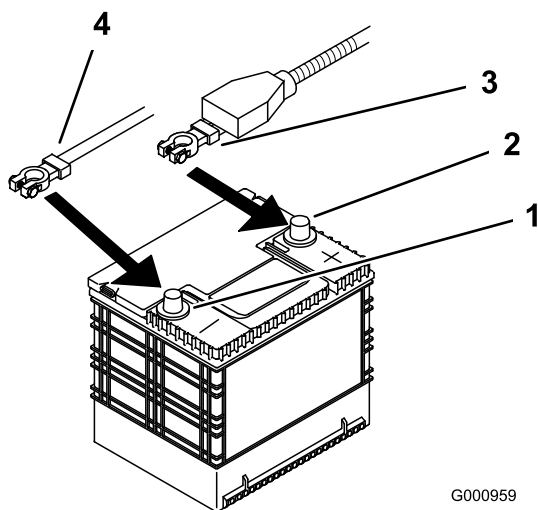

Figure 46
4. Commencez par débrancher le câble négatif de la batterie de la borne négative (-) de la batterie (Figure 46).
5. Enlevez le capuchon rouge de la borne positive (rouge) de la batterie. Débranchez ensuite le câble positif (rouge) de la batterie (Figure 46).
1. Placez la batterie dans son support en tournant les bornes à l'opposé du réservoir hydraulique (Figure 46).
4. Fixez les câbles à l'aide de 2 boulons (1/4 x 3/4"), 2 rondelles (1/4") et 2 contre-écrous (1/4") (Figure 46).